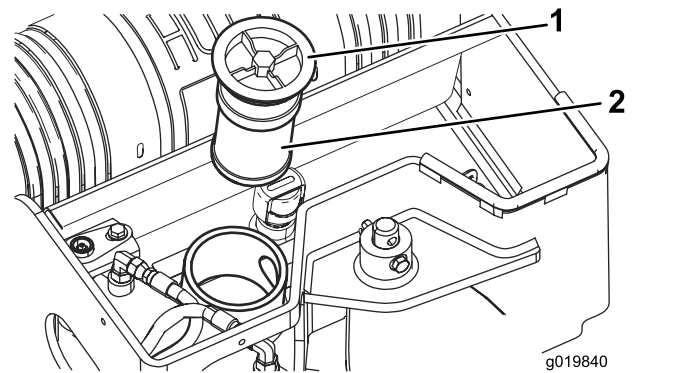

Bild 60
5. Reinigen Sie den Bereich um den Einfüllstutzen des Hydraulikbehälters und nehmen Sie den Deckel und den Filter mit einem Sechskantschlüssel aus dem Einfüllstutzen (Bild 60).